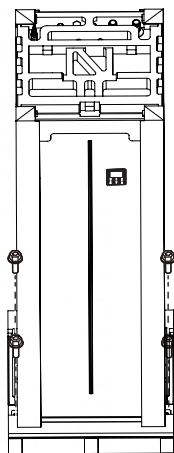

Abb. 2-3
- Entfernen Sie die 4 Schrauben des Holzsockels (siehe Abb. 2-3).